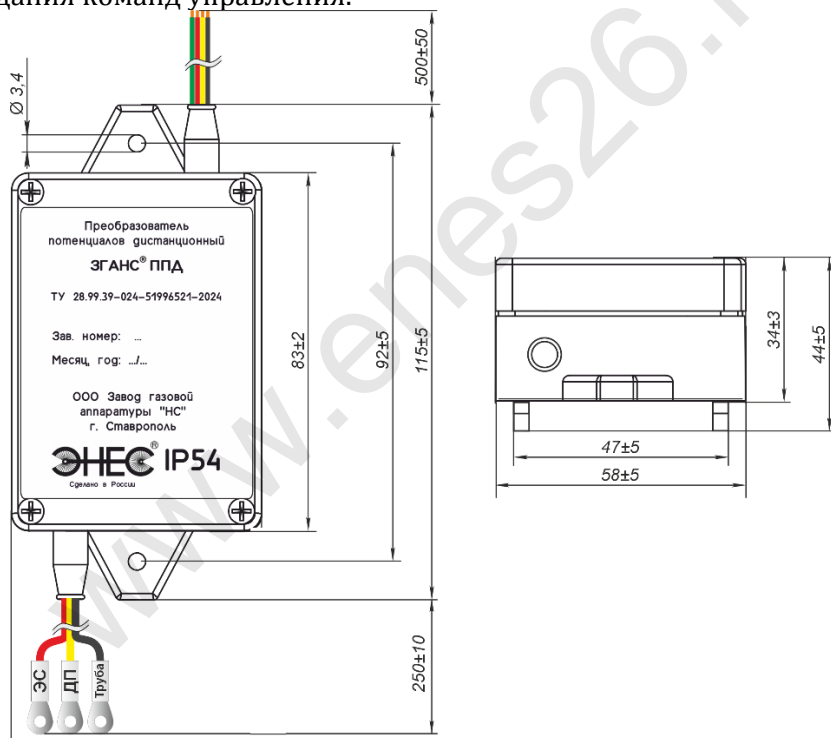

Рисунок 1
4.1 Конструктивно ППД выполнен в виде единого блока (рис. 1).